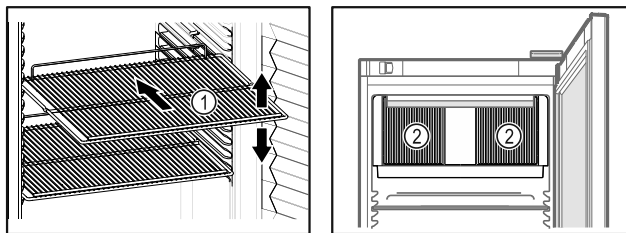

Fig. 61 Ilustrační zobrazení Fig. 62
- Pokud jsou odstavňovací rošty Fig. 61 (1) přemístitelné, přizpůsobte je vždy na danou výšku.